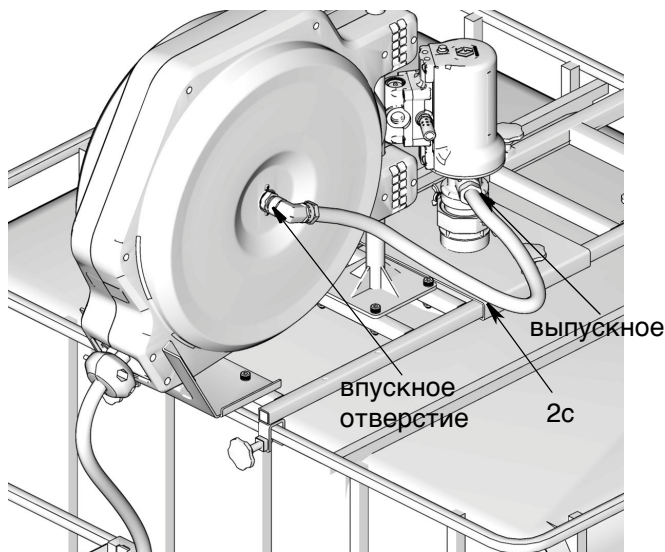

Рис. 18
- Подсоедините гибкий шланг для жидкости (2c) к выпускному отверстию насоса и впускному отверстию барабана (Рис. 18).